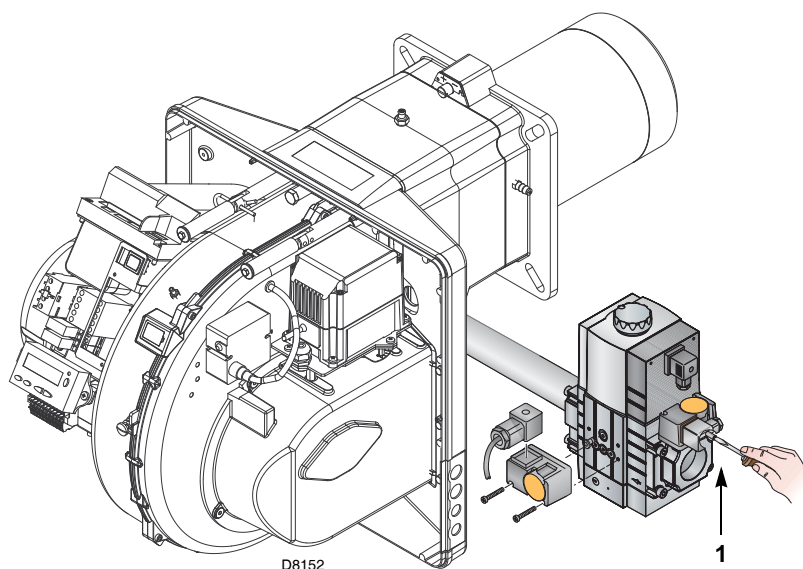

Abb. 27
- Prüfen Sie den Gasversorgungsdruck durch Anschließen eines Druckmessers an die Druckentnahmestelle 1) (Abb. 27) des Minimal-Gasdruckwächters: er muss geringer als der maximal zulässige Druck der Gasarmatur sein, der auf dem Kennschild der technischen Daten angegeben ist.
- Entlüften Sie die Leitung der Gasarmatur, indem Sie eine Kunststoffleitung an die Druckentnahmestelle 1) (Abb. 27) des Minimal-Gasdruckwächters anschließen. Führen Sie die Entlüftungsleitung aus dem Gebäude, bis der Gasgeruch wahrnehmbar ist.